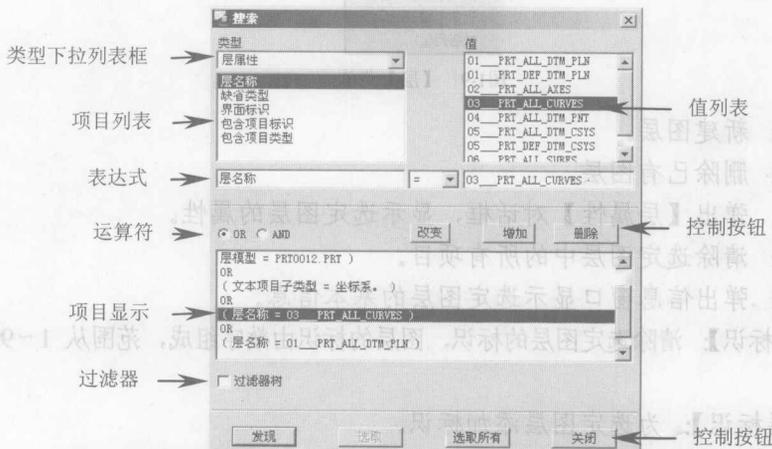

图1-8 【搜索】对话框
- **【搜索】**: 选取该项后系统弹出如图 1-8 所示的**【搜索】**对话框，使用该对话框可以方便地查找任意符合要求的图层。